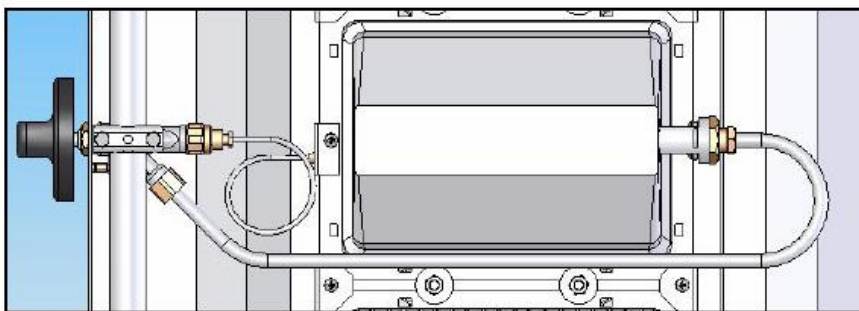

Figure 1
- Similarly, fix Gas Supply Pipe in its place (Figure 1).
- Similarly, Fix On-Off knob in its place (Figure 1).
- Bauen Sie ähnlich den Gasversorgungsschlauch an dessen Stelle ein (Bild 1.).
- Einsetzen des Ein/Ausschaltknopfes in der gleichen Weise (Bild 1.).